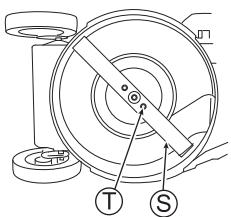

Fig. 33
- Si la lame (S) ou ses boulons de montage de la lame (T) sont "usés", "cassés" ou "déformés", remplacez-les par des pièces neuves correspondant à nos spécifications.
- Vérifiez que les boulons de montage de la lame (T) sont bien serrées au couple de serrage spécifié. (Voir Fig. 33)
- Serrez complètement les boulons de montage de la lame (T) à la main.